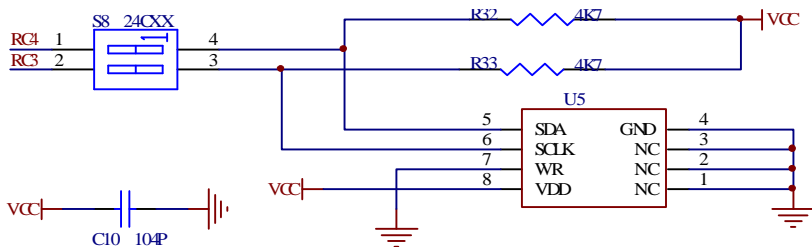

图 4-16 IIC 通信原理图
- 4) 随机附带的光盘收录有读写 24C01B EEPROM 的程序供参考。该模块的原理图如图 4-16 所示。